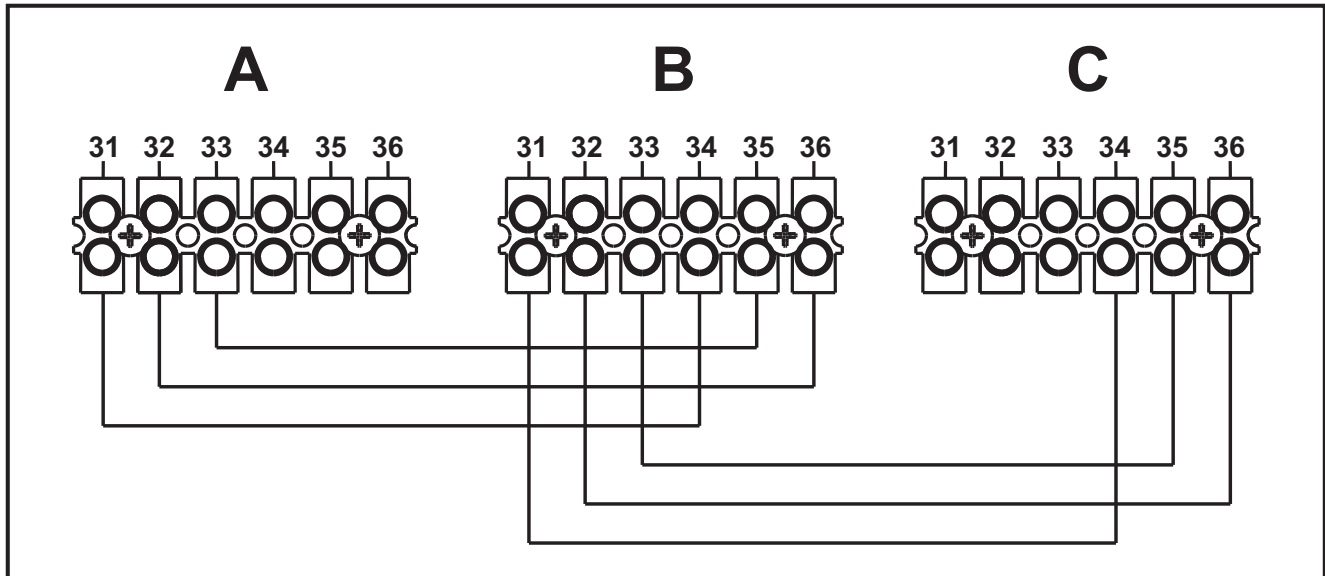

fig. 53 - Montage en cascade
1. Relier les modules comme le montre la fig. 53 (**exemple avec 3 modules**)
Si cela ne se produit pas, couper l'alimentation électrique et contrôler le câblage fig. 53.